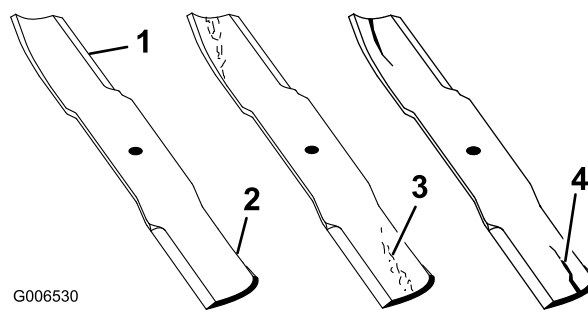

Figura 74
1. Controllate i taglienti (Figura 74). Se i taglienti non sono affilati o mostrano delle tacche, togliete le lame e affilatele. Vedere Affilatura delle lame.
2. Controllate le lame, in particolare l'area curva (Figura 74). In caso di danni, usura o scanalature nell'area (Figura 74), montate immediatamente una nuova lama.